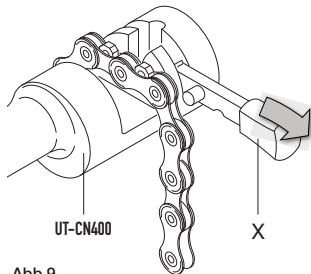

Abb.9
- Dann das Kettenglied, das geschlossen werden soll, in den vorgeformten Sitz im Werkzeug einsetzen (**Abb. 9**).